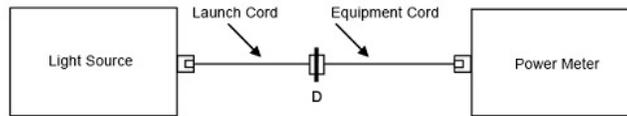

図 12. 基準の設定
- a. ランチ・コードと光源に接続された1つめの機器コードを使用して、基準を設けます（図 12 参照）。